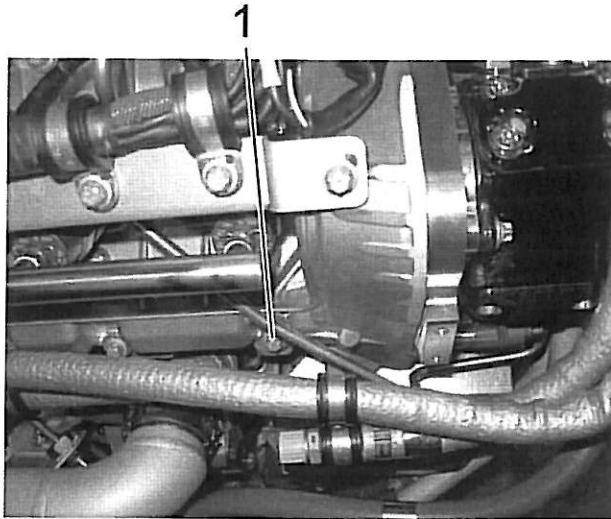

Bild 1 / Fig. 1
1. Die Schraube am Ventildeckel demontieren. Siehe Bild 1.
1. Detach the screw of the cylinder head cover. See Fig. 1.